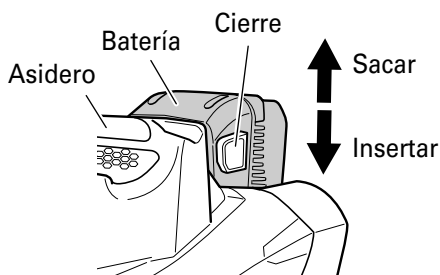

Fig. 4
Sujetar firmemente el asidero y presionar el cierre de la batería (2 pzas) para desmontarla (Ver la Fig. 4).
Insertar la batería observando sus polaridades. Introdúzcalo siempre hasta el final hasta que se ajuste con un clic. De lo contrario, podría salirse accidentalmente de la herramienta, provocando lesiones tanto a usted como a otras personas (Ver la Fig. 4).
2. Instalación de la batería (Fig. 4)